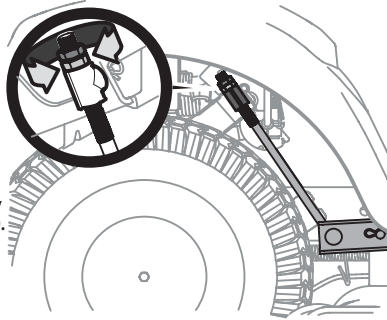

Figura 20
- Debajo de los guardabarros traseros dentro de las ruedas hay una varilla de ajuste de elevación para cada lado de la plataforma. Consulte la Figura 20.